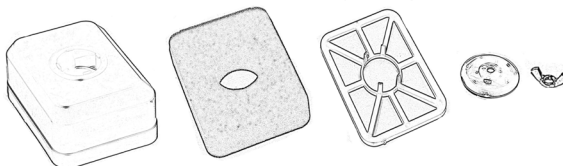

Abbildung 21
- Wringen Sie den Filter vorsichtig aus und lassen Sie den Filter trocknen. Abb. 21.